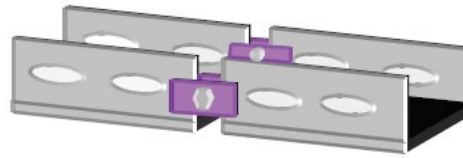

Figura 1.7 – Conexão de anéis de acoplamento
- Conecte as partes individuais de bandejas de cabos metálicas umas as outras. Utilize anéis de acoplamento (*bonding links*) especiais ou *jumpers* específicos. Certifique-se que os anéis de acoplamento são feitos do mesmo material que as bandejas de cabos. Os fabricantes das bandejas de cabos podem fornecer os anéis de acoplamento apropriados (Figura 1.7);